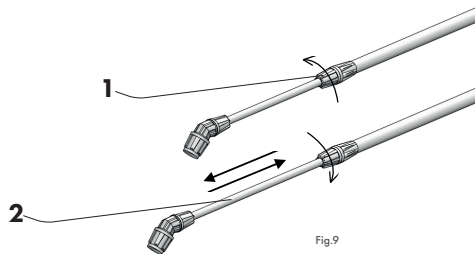

Fig.9
Le cas échéant, il est possible d'allonger la buse jusqu'à la longueur de 1,2 m. Pour ce faire, il faut desserrer l'écrou conique (fig. 9/pos. 1), éjecter la partie télescopique de la buse (fig. 9/pos. 2) pour obtenir une longueur désirée (max. 0,54 m) et visser l'écrou conique (fig. 9/pos. 1).